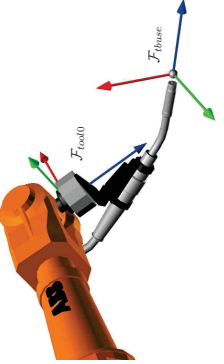

FIGURE 6.10 – Exercice 6.9.
6.9. La figure 6.10 montre le référentiel d'une base de soudage et celui associé à la bride de montage, soit tool0. Calculer la matrice homogène  $\mathbf{H}_{base}^{tool0}$  sachant que le référentiel désiré a d'abord subi une rotation de  $-30^\circ$  autour de l'axe  $x_{tool0}$ , puis une rotation de  $90^\circ$  autour du nouvel axe  $z_1$ , et finalement une translation de 210 mm le long de l'axe  $z_{tool0}$  et de 120 mm le long de l'axe  $y_{tool0}$ .